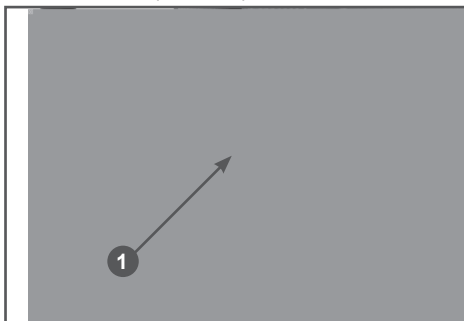

Рис. 19 Расположение пробки отверстия для слива воды из корпуса насоса
7. Откройте сливную пробку 1 и слейте воду из корпуса насоса. Пробка отверстия для слива воды из корпуса насоса находится в нижней части насоса под впускным (всасывающим) фланцем (Рис. 19).